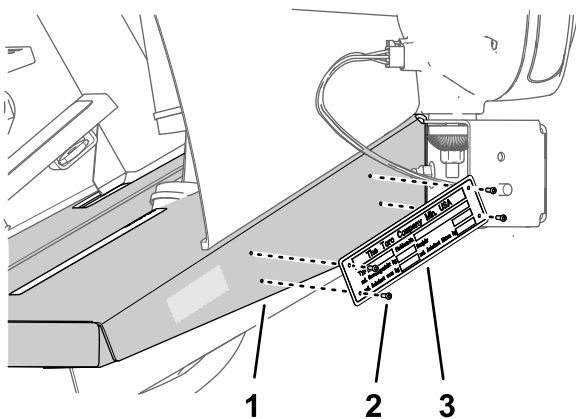

Figura 63
6. Fissate la targa dei dati al profilato del pianale con 4 ribattini (Figura 63).